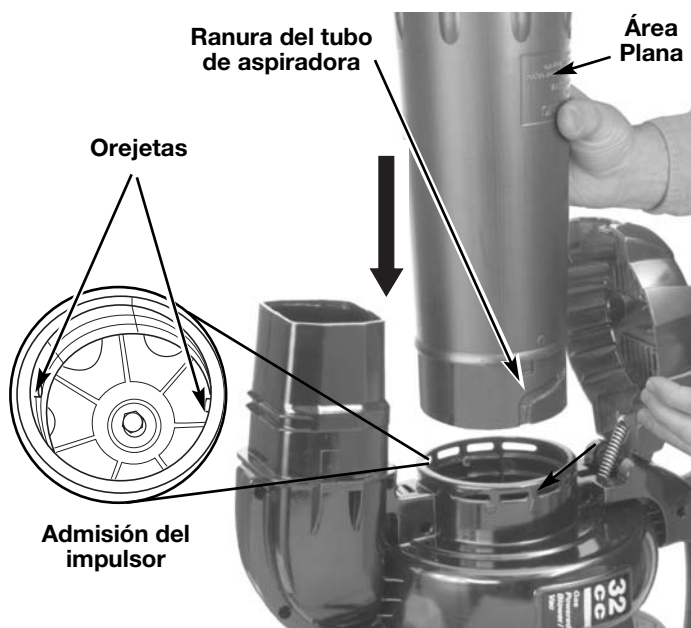

Fig. 4
5. Mientras mantiene abierta la puerta de la aspiradora, localice el tubo de la aspiradora armado (armado en el Paso 2). Ponga el tubo de modo que el área plana esté de frente a la puerta de la aspiradora. Las ranuras en el costado del tubo se alinearán con las pequeñas lengüetas en la admisión del impulsor (Fig. 4). Desde el exterior, alinee la pequeña flecha en el tubo de aspiradora con el punto que está en la admisión del impulsor.